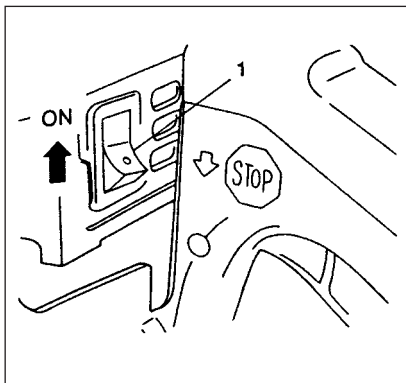

Fig. 2-2
Start (Fig. 2-2, 2B, 3, 4, 4B)
- Kontroller inden starten, at kædebremsen er sluppet (hvis udstyret dermed), og at sværdet/kæden ikke rører ved noget. (Fig. 2-2)